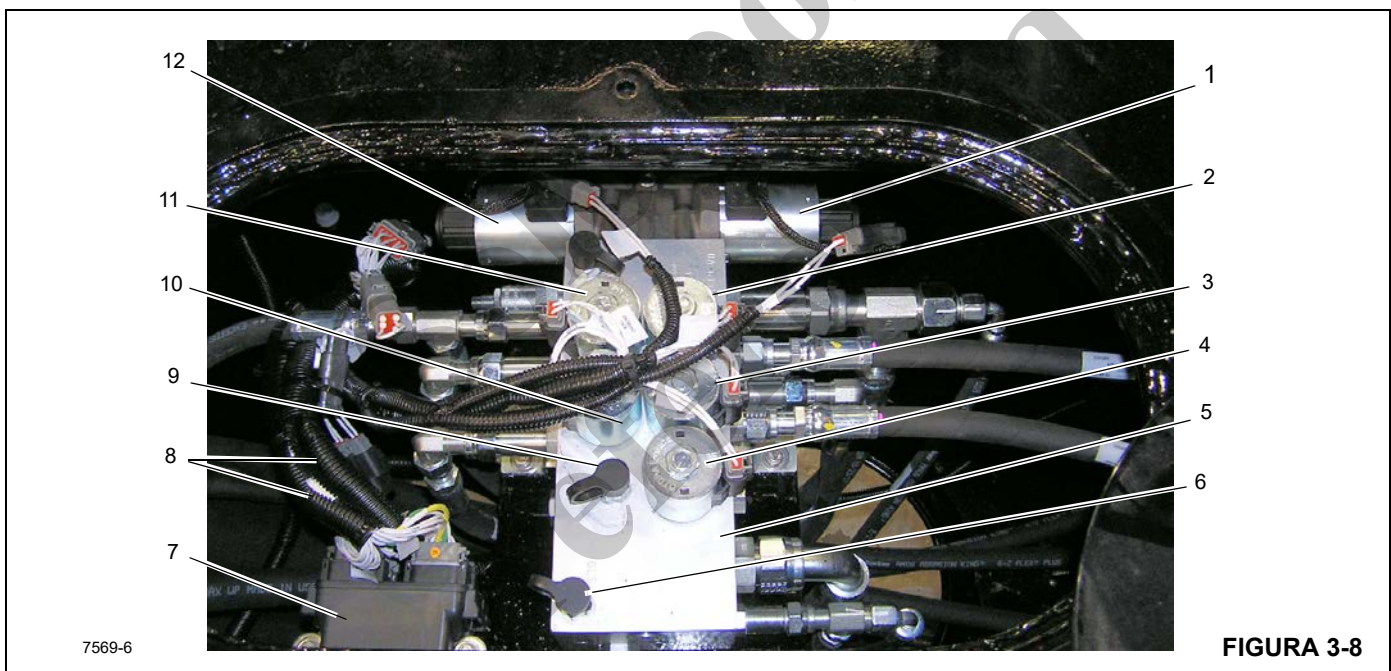
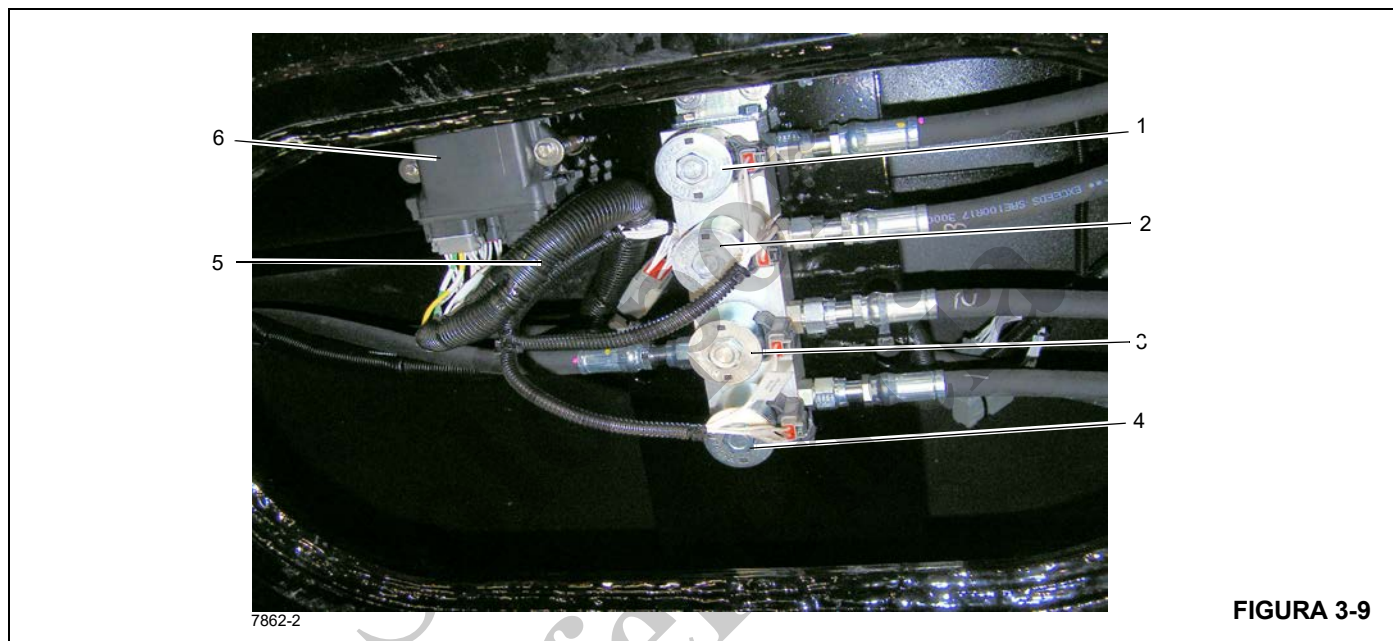

Figura 3-8 Lista de artículos
Figura 3-9 Lista de artículos
Hay dos colectores de estabilizadores ubicados en el bastidor de la caja de torsión de la grúa. El colector de estabilizadores delantero está montado en el centro del bastidor entre la cabina y la caja de estabilizadores delanteros (Figura 3-8).
El colector de estabilizadores trasero está montado en el centro del bastidor entre la parte trasera de la cabina y la caja de estabilizadores traseros de la superestructura (Figura 3-9).
NOTA: Los módulos de estabilizadores delantero y trasero (Figura 3-8 y Figura 3-9) no se pueden reparar; comuníquese con el servicio al cliente de Manitowoc Crane Care si tiene preguntas sobre el servicio técnico y la reparación del módulo.
Los solenoides del colector de estabilizadores delantero (Figura 3-8) controlan la selección de los componentes de estabilizadores delanteros, el estabilizador delantero sencillo (SFO) opcional (si lo tiene) y las funciones de extender y retraer de todos los componentes de los estabilizadores delanteros.
- El solenoide del estabilizador delantero sencillo (SFO) (4) extiende o retrae el SFO cuando se lo activa. Cada vez que se oprima el interruptor de retracción en la caja de control de estabilizadores, el estabilizador delantero sencillo es el primero en retraerse.
- El solenoide de extensión (12) controla las funciones de extensión de todos los componentes de estabilizador.
- El solenoide de retracción (1) controla las funciones de retracción de todos los componentes de estabilizador.
- Los solenoides (2), (3) y (10), (11) controlan los componentes de estabilizadores delanteros. Vea la Figura 3-8 para la identificación de solenoides.
- Los módulos delanteros inferiores N° 1 y N° 2 están montados en el tubo (7) y conectados al arnés de alambrado principal del bastidor inferior (8), proporcionando datos funcionales del estabilizador al módulo del servidador principal.
Los solenoides del colector de estabilizadores traseros controlan las funciones de los estabilizadores traseros. Vea la Figura 3-9 para la identificación de solenoides.